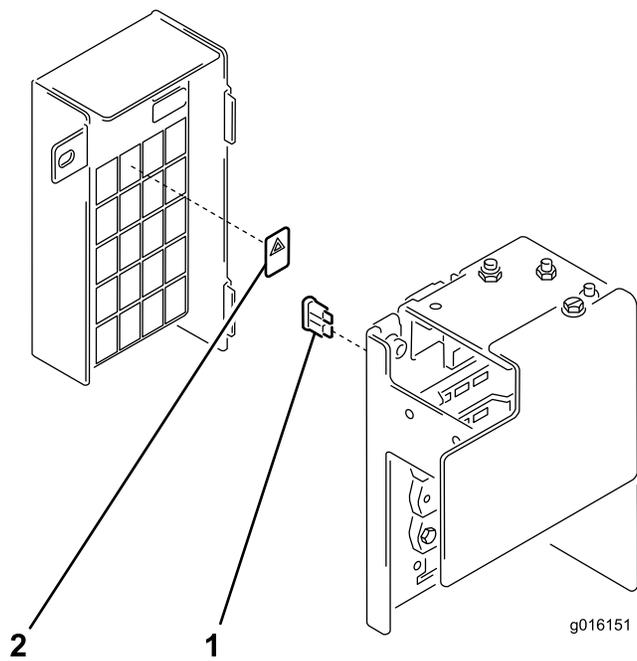

Figura 12
1. Inserite il fusibile da 10 A nello slot libero sul portafusibili (Figura 12)
2. Applicare l'adesivo del fusibile nel punto corrispondente sull'adesivo del portafusibili (Figura 12). Accertatevi che la superficie del portafusibili destinata a ospitare l'adesivo sia pulita e asciutta prima di applicare l'adesivo.